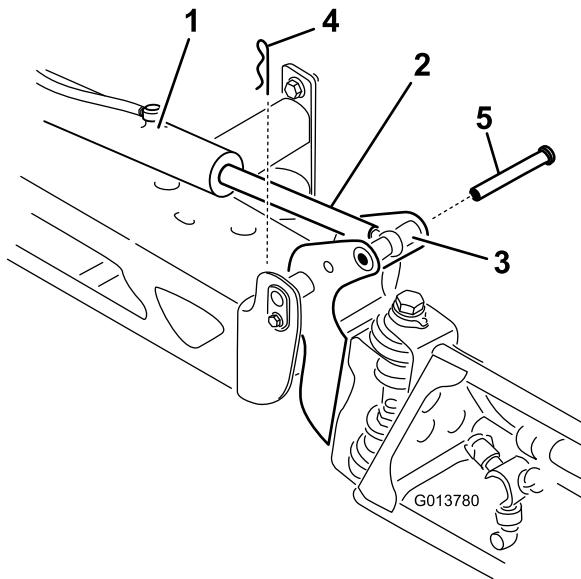

Bild 106
2. Nehmen Sie den Splint vom Lagerbolzen ab (Bild 106).
3. Heben Sie den Ausleger an und nehmen Sie den Stift ab (Bild 106), senken Sie den Ausleger dann langsam auf den Boden ab.
9. Halten Sie den Ausleger fest und stecken Sie den Stift durch beide Auslegerscharniere und dem Stangenende (**Bild 106**).